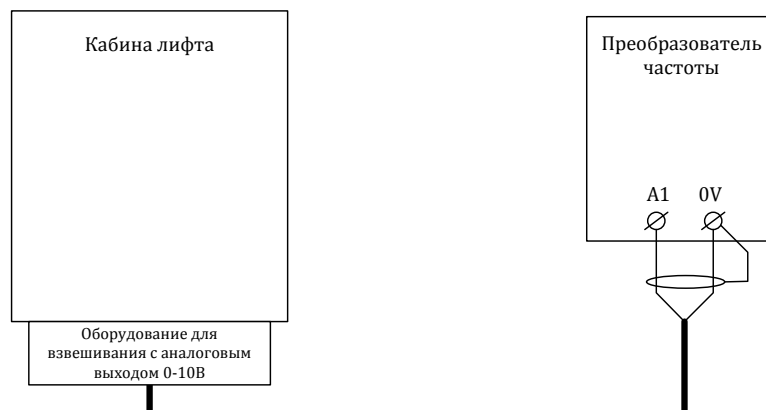

Рис.5
**ВНИМАНИЕ!** Предварительную компенсацию нагрузки возможно выполнять при наличии в системе оборудования для взвешивания с аналоговым выходом 0~10 В (рис. 5).